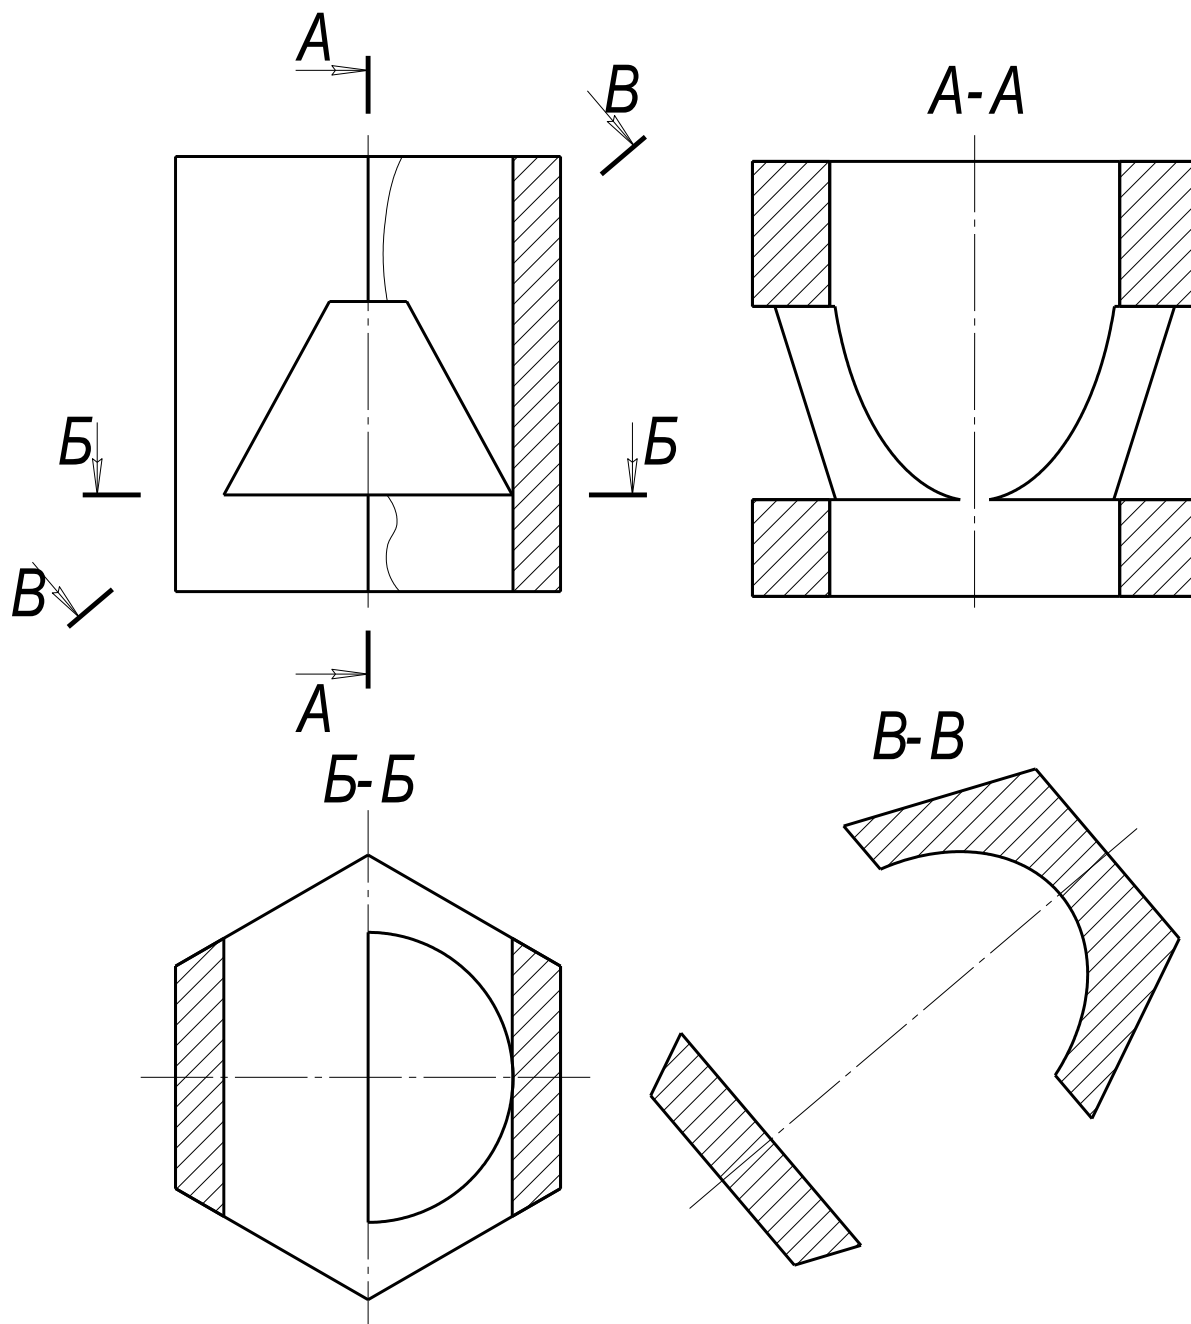

Рис.117 Построение горизонтального разреза Б-Б и сечения В-В
5. Для построения горизонтального разреза проведем через нижнюю плоскость отверстия на виде спереди линию разреза Б-Б. Предварительно обязательно двумя щелчками левой кнопки мыши вид спереди следует сделать текущим. Затем строится горизонтальный разрез (рис.117).
Рассмотрим последовательность построения чертежа призмы с вынесенным наклонным сечением В-В (рис.117).
В соответствии с индивидуальными заданиями на формате А3 построить чертеж призмы со сквозными отверстиями с применением сечений и разрезов. Положение наклонной секущей плоскости для выполнения сечения задается преподавателем. Образец графической работы приведен на рис.117.